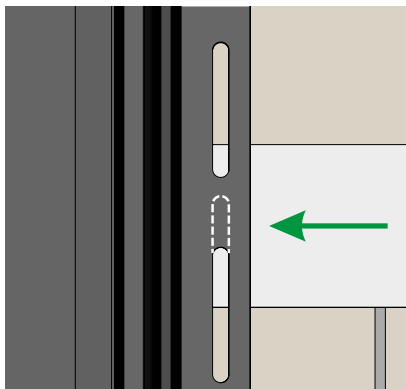

Рисунок 5
- 6.1** Если нет возможности закрепить саморез в перфорационное отверстие, сделайте новое отверстие используя пробойник овальных отверстий. Если перфорация не попадает на обрешетку, удлините перфорационное отверстие в одну из сторон используя пробойник (рис. 5). Не соединяйте перфорационные отверстия между собой (рис. 6).